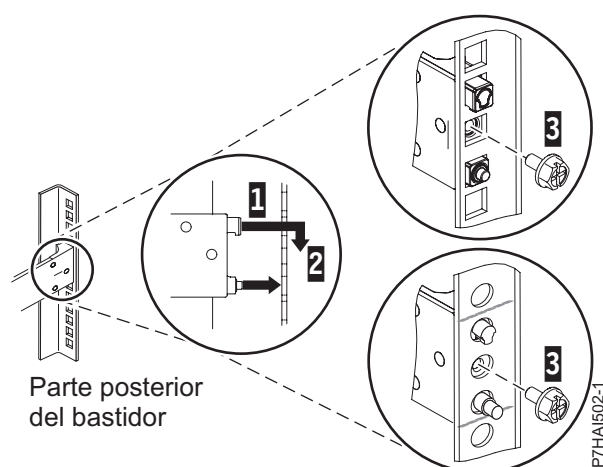

Figura 5. Alineación y enganche de las patillas en los orificios de la parte posterior del bastidor
2. Extraiga el tornillo del extremo del riel (3) tal como se muestra en la Figura 5.
Nota: Los mecanismos de fijación de las patillas de los rieles deslizantes son compatibles con modelos de bastidor con orificios cuadrados o redondos, tal como se muestra en la Figura 5.